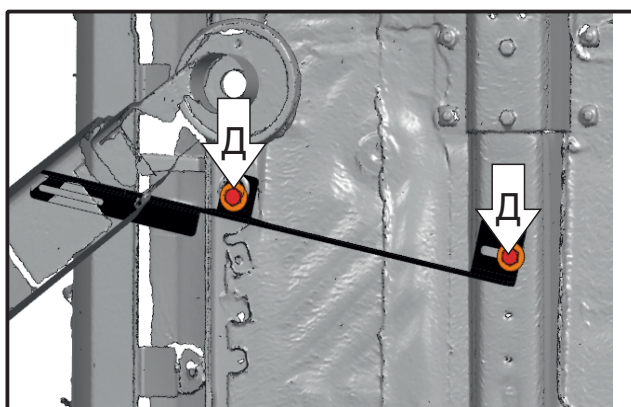

Рис. 3
5. При помощи болтов M10x30 и шайб 10 закрепить передний кронштейн на установленные гайки закладные M10 с усиками (Д) (Рис.3).